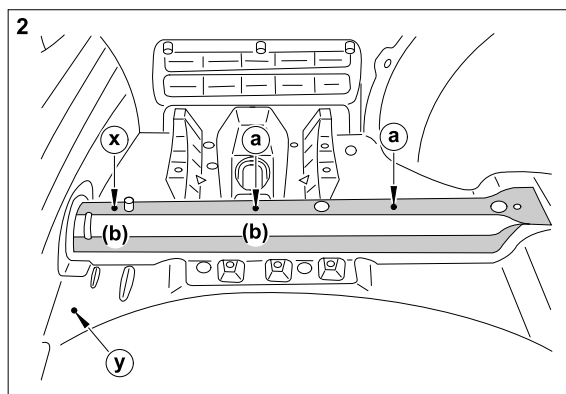

Bild 2: Borra hål i bagaget vänster
- 5.) Borra ett hål \emptyset till kabelgenomföringen genom bagagegolvet vid körmärke position "y", se bild 2.